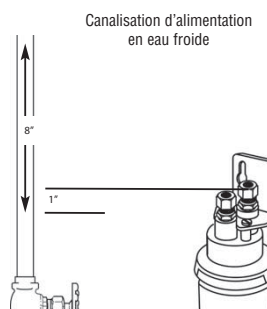

Figure 6
6. Mesurer environ 2,5 cm (1 po) vers le bas à partir du raccordement de l'entrée du filtre et faire une marque sur le tuyau d'eau froide existant. À partir de cette marque, mesurer 20 cm (8 po) vers le haut, et faire une autre marque. Cela indique la portion du tuyau à retirer. Si nécessaire en raison d'un manque d'espace de travail, on peut couper une plus grande longueur de tuyau (figure 6).